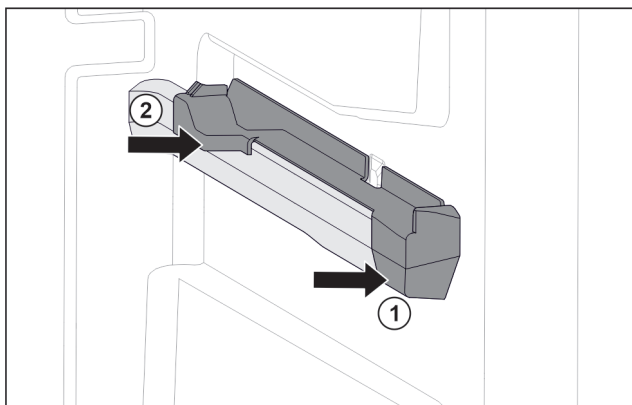

Fig. 153 Nasazovací díl na pravém žebrování na nádoby
- Nasadte nasazovací díl na žebrování na nádoby. Fig. 153 (1)
- Přitlačte nasazovací díl k zadní části. Fig. 153 (2)